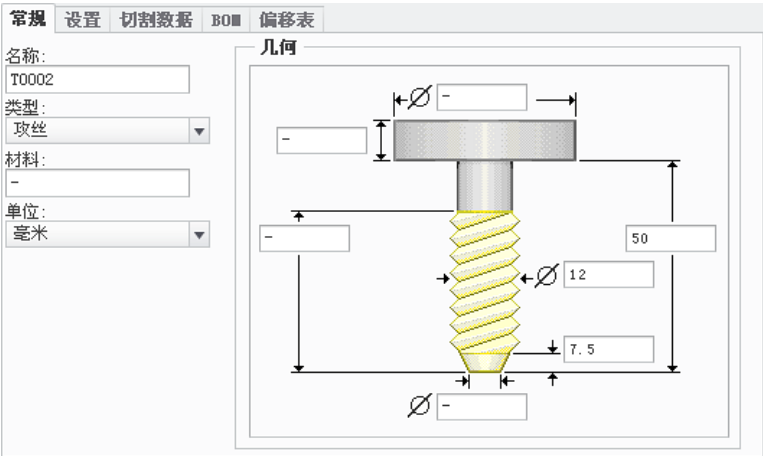

图 4.3.4 设定刀具一般参数
Step4. 在弹出的“刀具设定”对话框的 **常规** 选项卡中设置图 4.3.4 所示的刀具参数，设置完毕后依次单击 **应用** 和 **确定** 按钮。